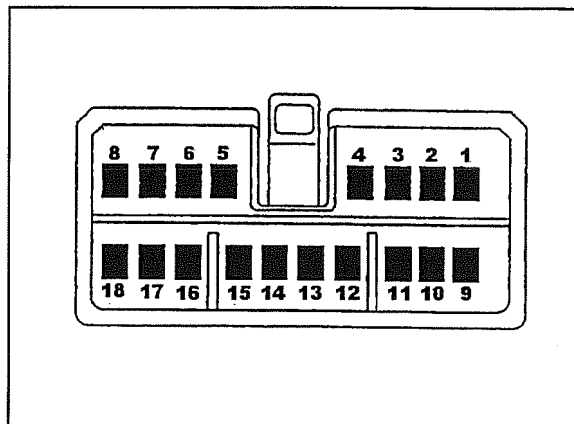

Fig. 46
2. Dare corrente al quadro e osservando la fig.46 relativa alla numerazione del connettore multiplo della centralina, verificare le seguenti misurazioni con un tester: